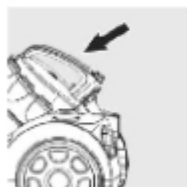

Рис. 6
1. Пылесос можно переносить за ручку (рис. 6).